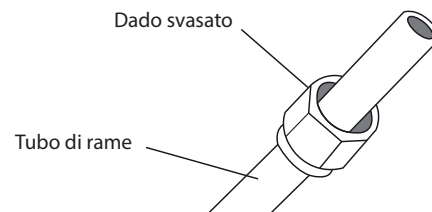

Fig. 7.6
3. Disporre un dado svasato a ogni estremità del tubo. Accertarsi che i dadi siano rivolti nella direzione corretta, perché dopo la svasatura non sarà più possibile applicarli o cambiarne la direzione. Vedere la Fig. 7.6.